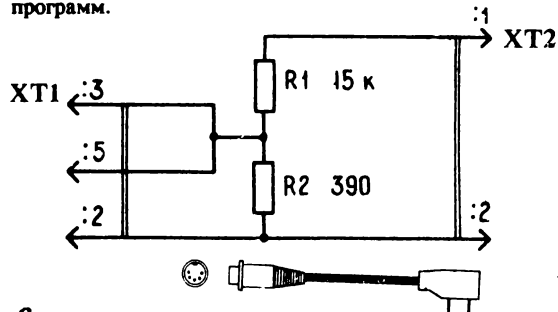

Рис. 3
4. Кабель-переходник (рис. 3)	1 шт.
### 5.2.2. Кабель-переходник (рис. 3)